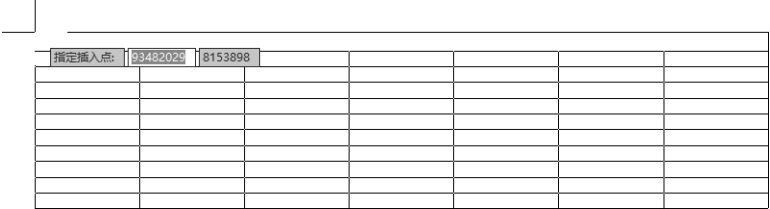

图 5-79 插入表格
4) 完成表格参数设置后, 单击“确定”按钮, 在绘图区域的适当位置单击插入表格, 如图 5-79 所示。